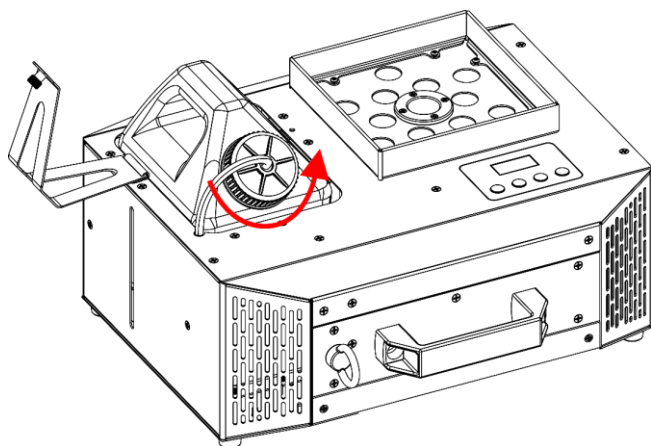

Fig. 40
- 04) Svitare il coperchio del serbatoio del liquido, come mostrato nella Fig. 40.